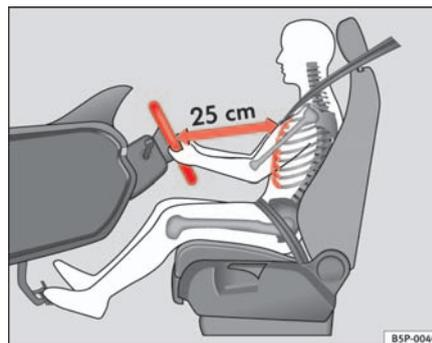

Fig. 129 Position de conduite correcte
- Réglez le volant jusqu'à ce que vous obteniez la position souhaitée \Rightarrow fig. 129.
- Réglez le siège du conducteur ou le volant de sorte que la distance entre celui-ci et votre thorax soit au moins de 25 cm → page 167, fig. 129. Si vous ne respectez pas cette distance minimale, le système d'airbags est dans l'incapacité de vous protéger – danger de mort !